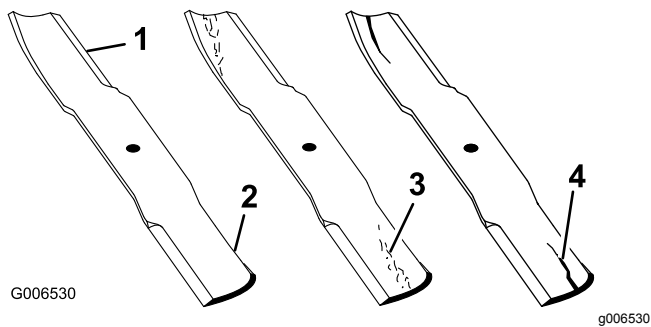

Figure 66
1. Examinez le tranchant des lames (Figure 66).
4. Remplacez immédiatement toute lame fendue, usée ou qui présente une entaille (Figure 66).